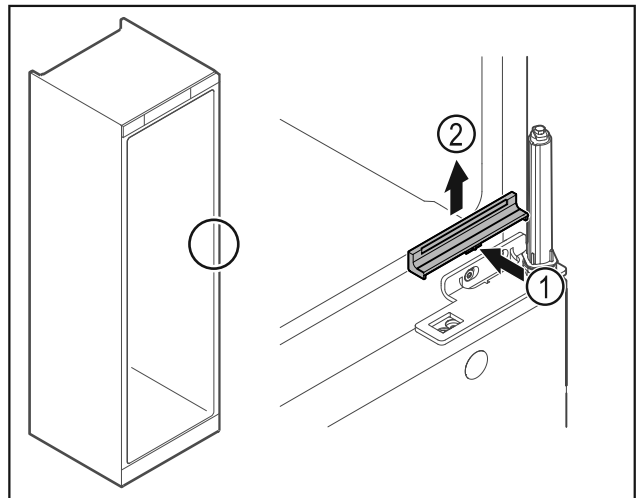

Fig. 30
- ▶ Кришку Fig. 30 (1) трохи натиснути в центрі та зняти рухом вгору Fig. 30 (2).